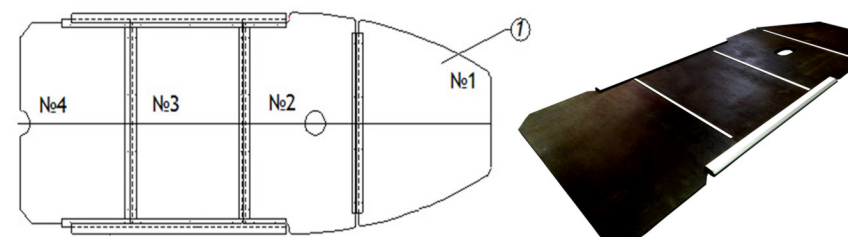

Рис.5
– В ЛН Хантер 290 ЛК и Хантер 320 ЛК – сборный пол из водостойкой ламинированной фанеры толщиной 9 мм. с соединительным Н-образным алюминиевым профилем и стрингерами. Сборный пол (рис.5) состоит из носовой секции № 1 – малая трапеция, секции № 2 – большая трапеция с вырезом под клапан кильсона и специальным вырезом под стрингеры, секций № 3 и № 4 с дополнительным вырезом для установки стрингеров. Секции настила стыкуются при помощи поперечных Н-образных профилей. Стрингеры придают секциям № 2, № 3, № 4 продольную жесткость. Стрингеры идентичны